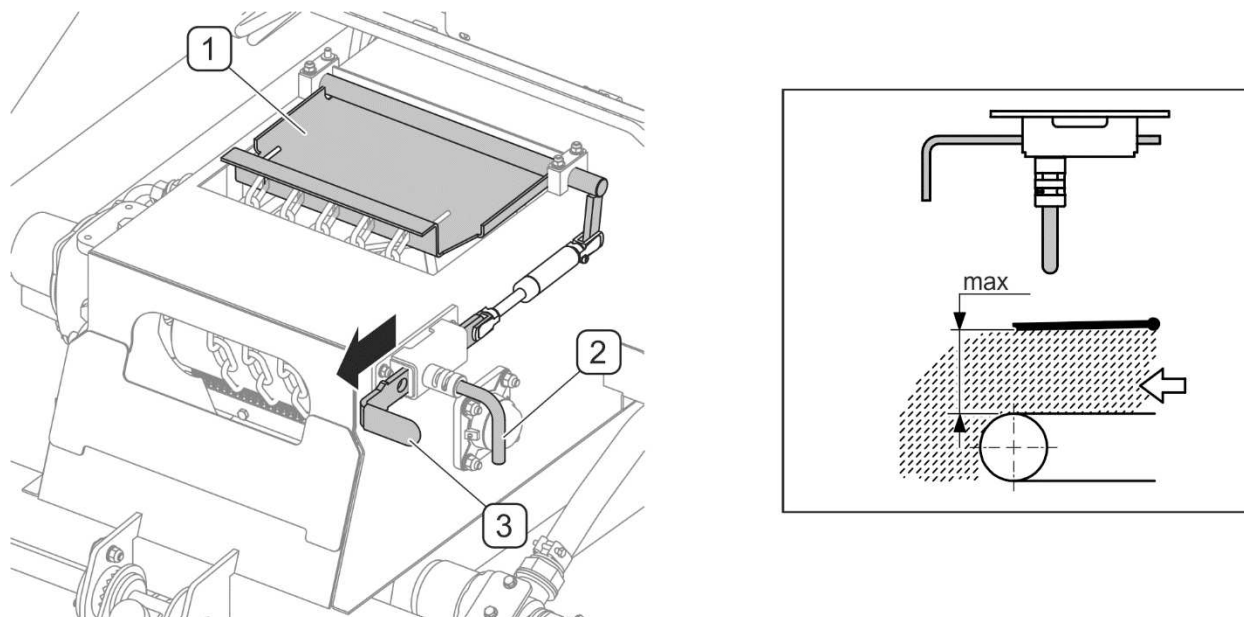

РИСУНОК 4.33 Установка заслонки для разгрузки
- установить заслонку в максимально открытое положение (РИСУНОК 4.33),
(1) - разбрасывающий механизм; (2) - прижимной болт; (3) - рукоятка
Чтобы переставить заслонку (1) в положение для разгрузки (РИСУНОК 4.33), необходимо повернуть и оттянуть шкворень (2) и поднять заслонку, потягивая за ползун (3). Максимально открытое положение заслонки (РИСУНОК 4.33) используется только на время выгрузки материала из бункера.